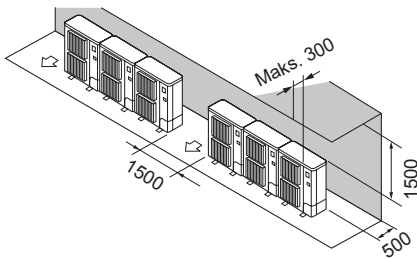

Fig. 2-13
- ② Esteitä vain takana ja yläpuolella (Fig. 2-13)